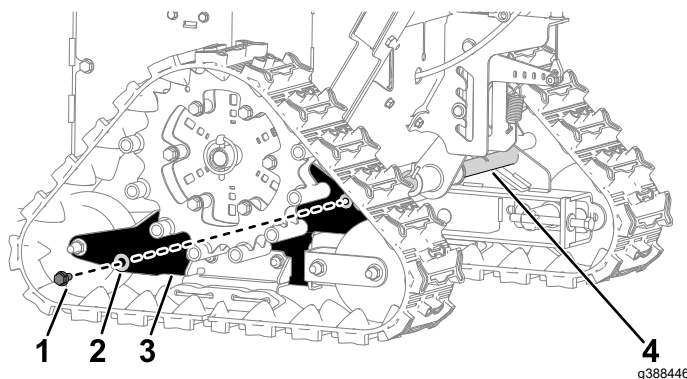

Figura 1
2. A partir do lado esquerdo da máquina, remova e deite fora o parafuso (5/16 x 3/4 pol.) e a anilha chata (3/8 x 7/8 pol.) que prendem o suporte das lagartas à barra articulada (Figura 1). Repita no lado direito.